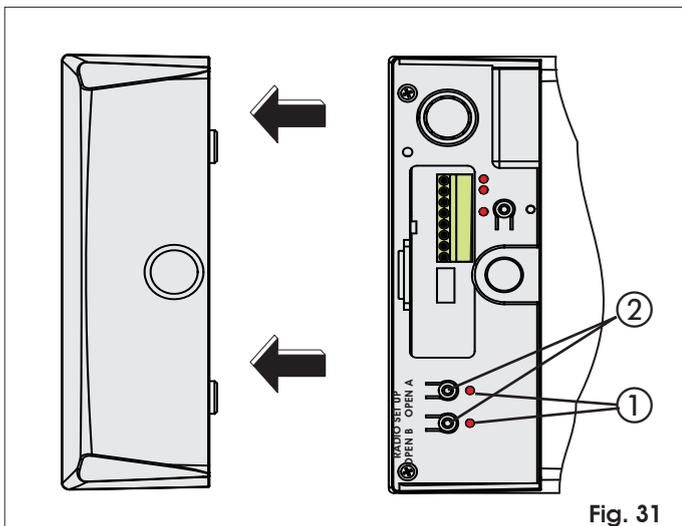

Fig. 31
- 2) Die Taste OPEN A oder OPEN B eine Sekunde lang drücken (Abb. 31 Bez. ②), um bzw. die vollständige oder Teilöffnung einzuspeichern.
- 3) Die entsprechende LED (Abb. 31 Bez. ①), beginnt 5 Sekunden lang zu blinken.
- 4) Die Taste OPEN A oder OPEN B eine Sekunde lang drücken (Abb. 31 Bez. ②), um bzw. die vollständige oder Teilöffnung einzuspeichern.
- 2) Die Taste OPEN A oder OPEN B eine Sekunde lang drücken (Abb. 31 Bez. ②), um bzw. die vollständige oder teilweise Öffnung einzuspeichern.